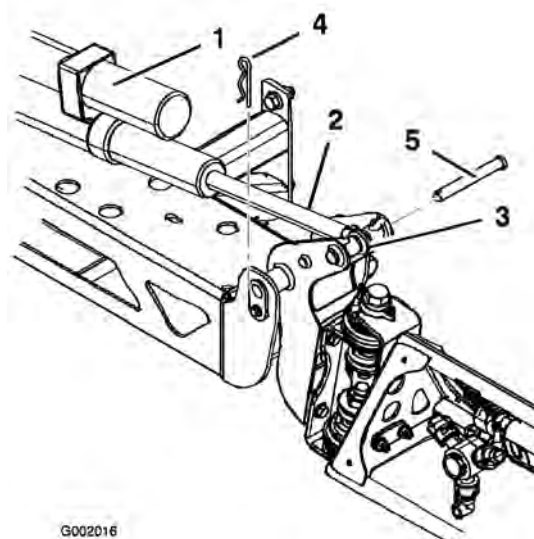

図 35
2. ピボット・ピンからコッター・ピンを抜き取る(図 35)。
3. ブームを持ち上げて、ピンを外す(図 35)。ブームをゆっくりと床まで降下させる。
6. ブームを持ち上げて、ピボットをアクチュエータ・ロッドに整列させる。ブームを支えながら、ブームのピボットとアクチュエータ・ロッドにピンを通す(図 35)。